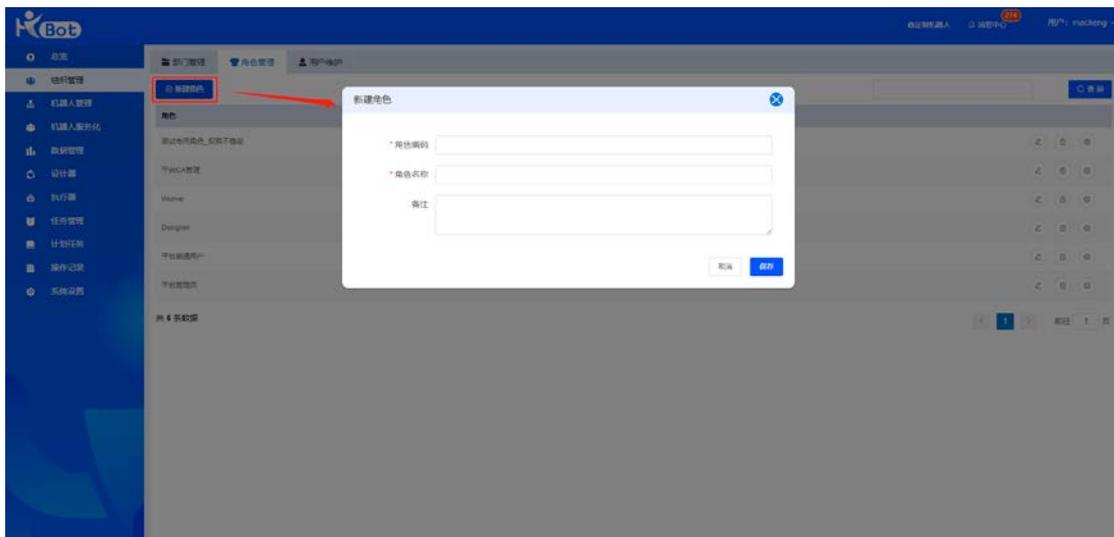

图 17
- **新建角色：**主要包括，角色编码，角色名称，备注。如图 17 所示。